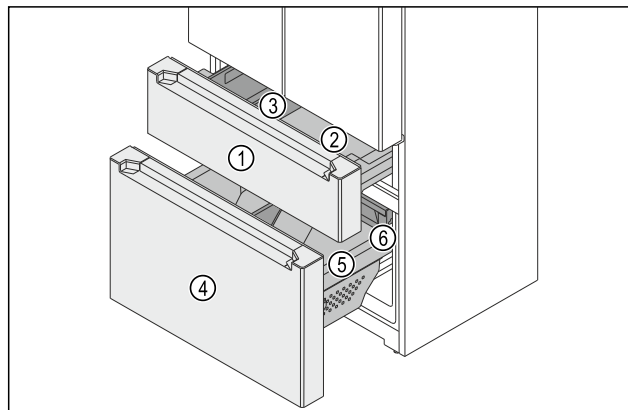

Fig. 145 Висувний візок морозильника
- (1) Верхній висувний візок
- (2) Контейнер
- (3) FlexBox
- (4) Нижній висувний візок
- (5) Контейнер
- (6) Висувний ящик
Морозильник складається з двох висувних візків. У верхньому висувному візку Fig. 145 (1) містяться контейнер Fig. 145 (2) і FlexBox Fig. 145 (3). У нижньому висувному візку Fig. 145 (4) містяться великий контейнер Fig. 145 (5) і висувний ящик Fig. 145 (6). Контейнери у верхньому й нижньому висувних візках можна знімати для очищення.